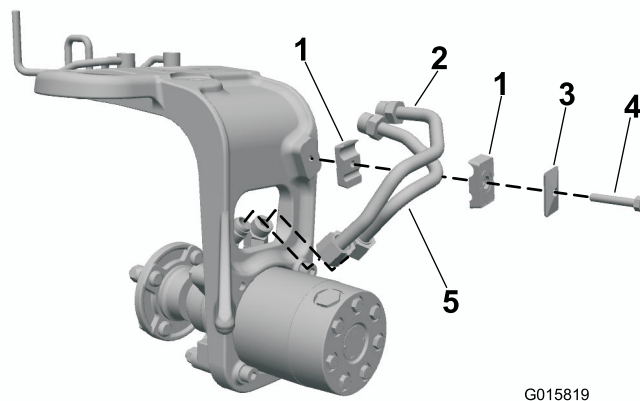

Figura 4
1. Montate senza serrare i condotti idraulici d'acciaio sui raccordi del motore ruota (Figura 4).
2. Montate il morsetto del tubo sulla forcella della ruota orientabile. Registrate correttamente gli accoppiamenti del gruppo con i raccordi idraulici e i morsetti dei tubi (Figura 4).
3. Fissate i morsetti dei tubi con una piastra di copertura e un bullone (5/16" x 1 3/4") come mostrato in Figura 4.